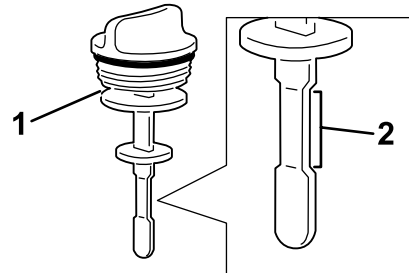

Figure 60
5. Ressortez la jauge et vérifiez le niveau d'huile. Il doit se situer dans la plage de fonctionnement acceptable indiquée sur la jauge (Figure 60).